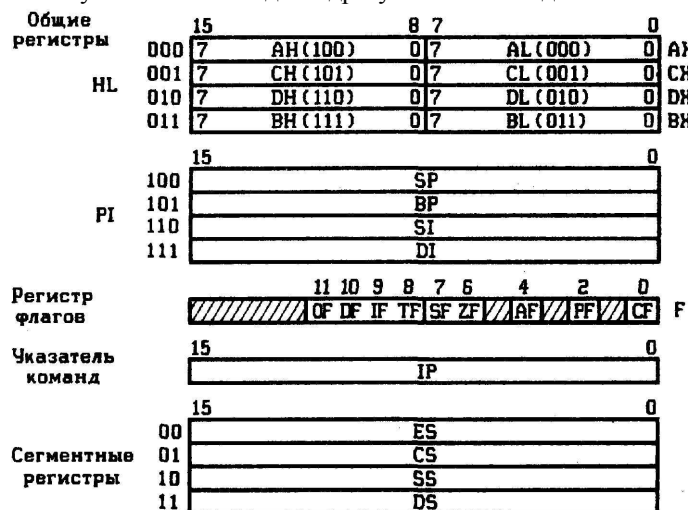

Рис. 2.1. Программно-доступные регистры МП ВМВБ
Микропроцессор K1810BM86 относится к классу однокристальных с фиксированной системой команд. При рассмотрении системы команд удобно обращаться к программной модели МП, содержащей его функциональные узлы (регистры), доступные программисту (рис. 2.1). Общие регистры разбиты на две группы: 1) группа HL, состоящая из регистров AX, BX, CX, DX, которые предназначены прежде всего для хранения данных и допускают раздельную адресацию их старших (H) и младших (L) половин; 2) группа PI, содержащая указательные регистры BP, SP и индексные регистры SI, DI, в которых обычно хранится адресная информация. Для общих и сегментных регистров указаны коды, используемые в форматах команд для их адресации. Регистр флагов F и указатель команд IP адресуются в командах неявно.